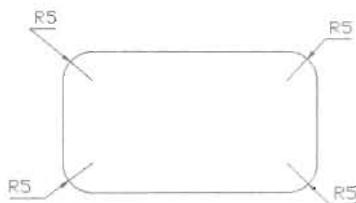

图 3-31
圆角 (F): 指定矩形的圆角半径, 如图 3-31 所示。